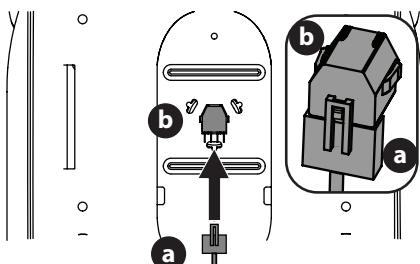

Figura 7
3. Si es necesario, conecte el arnés de cables del interruptor del asiento (a) al interruptor del asiento (b) (Figura 7). Sujete el cable sobrante alejado de los puntos de apriete antes de continuar.